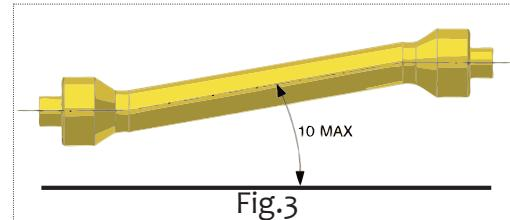

Fig.3
- Débrayez la prise de force quand l'arbre à cardans forme un angle trop ouvert (jamais au-delà des 10 degrés, Fig. 3) et quand elle n'est pas utilisée.